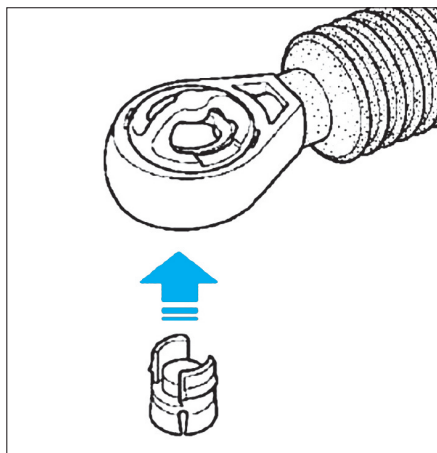

FIG. 12
- Reposer le clip sur la rotule de commande ou de sélection puis reposer le câble sur le clip (Fig.12).